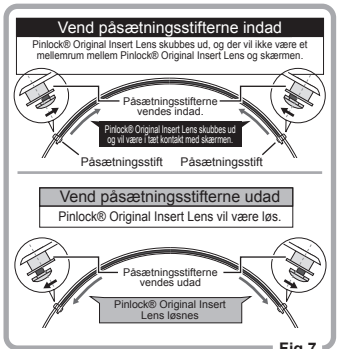

Fig.7
2. Justér påsætningsstifterne ved at dreje dem med et værktøj. (Fig. 7)